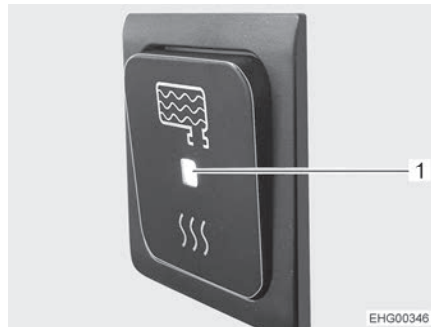

Fig. 114 Interruttore acceso/spento, inserito
Se è inserito l'interruttore acceso/spento del comando (Fig. 114), il riscaldamento del serbatoio delle acque grigie si accende automaticamente, non appena la temperatura esterna scende sotto i 0 °C. Il serbatoio delle acque grigie viene così protetto dal gelo.
- Premere in basso l'interruttore acceso/spento. L'indicatore LED (Fig. 114,1) si accende.
- Premere in alto l'interruttore acceso/spento. L'indicatore LED (Fig. 114,1) si spegne.